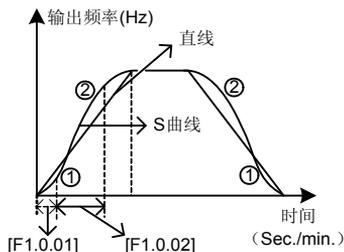

图 7-23 加减速曲线
S 曲线加速起始/减速终止段时间如图 7-23 中的①所示, 用加、减速总时间的百分比表示。
S 曲线加速上升/减速下降段时间如图 7-23 中的②所示, 用加、减速总时间的百分比表示。